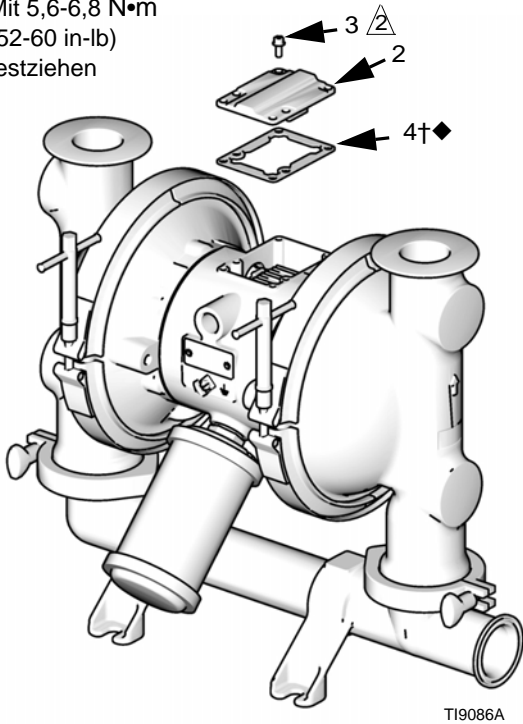

FIG. 5
2. Mit einem Torx-Schraubendreher (T20) oder einem 7-mm-Steckschlüssel (9/32") die sechs Schrauben (3), die Luftventilabdeckung (2) und die Dichtung (4) abschrauben. Siehe FIG. 5.
10. Die Ventildichtung (4†◆) und Abdeckung (2) mit den sechs Öffnungen im zentralen Gehäuse (1) ausrichten. Mithilfe eines Torx-Schraubendrehers (T20) oder eines 7-mm-Steckschlüssels (9/32 in.) mit sechs Schrauben (3) befestigen. Mit 5,6-6,8 N•m (52-60 in-lb) festziehen. Siehe FIG. 5.